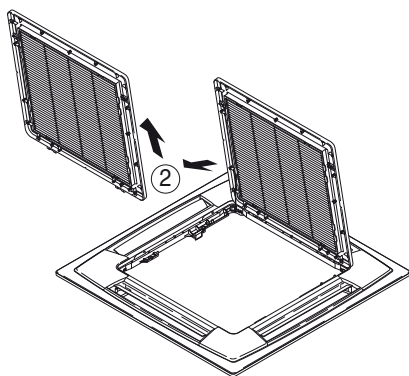

Fig. 7-2
- 3) A griglia di aspirazione dell'aria aperta rimuoverne la cerniera dal pannello a soffitto facendola scorrere nella direzione indicata dalla freccia ②. (Fig. 7-2) (Dopo avere installato il pannello a soffitto montare nuovamente la griglia di aspirazione dell'aria.)